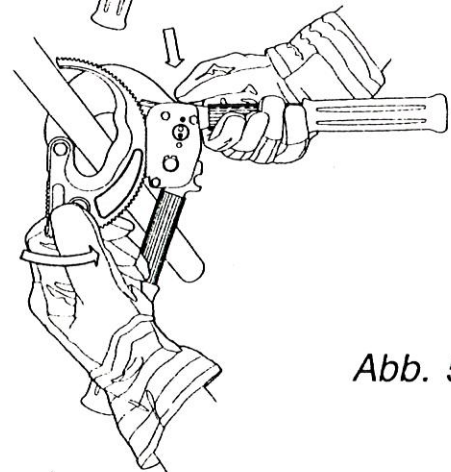

Abb. 5
3. Keep pressing retaining pawl down and turn pivoted blade until the cutting edge rests against the cable (fig. 5).
3. Die Halteklinke niedergedrückt halten und das Drehmesser an das eingelegte Kabel herführen (Bild 5).